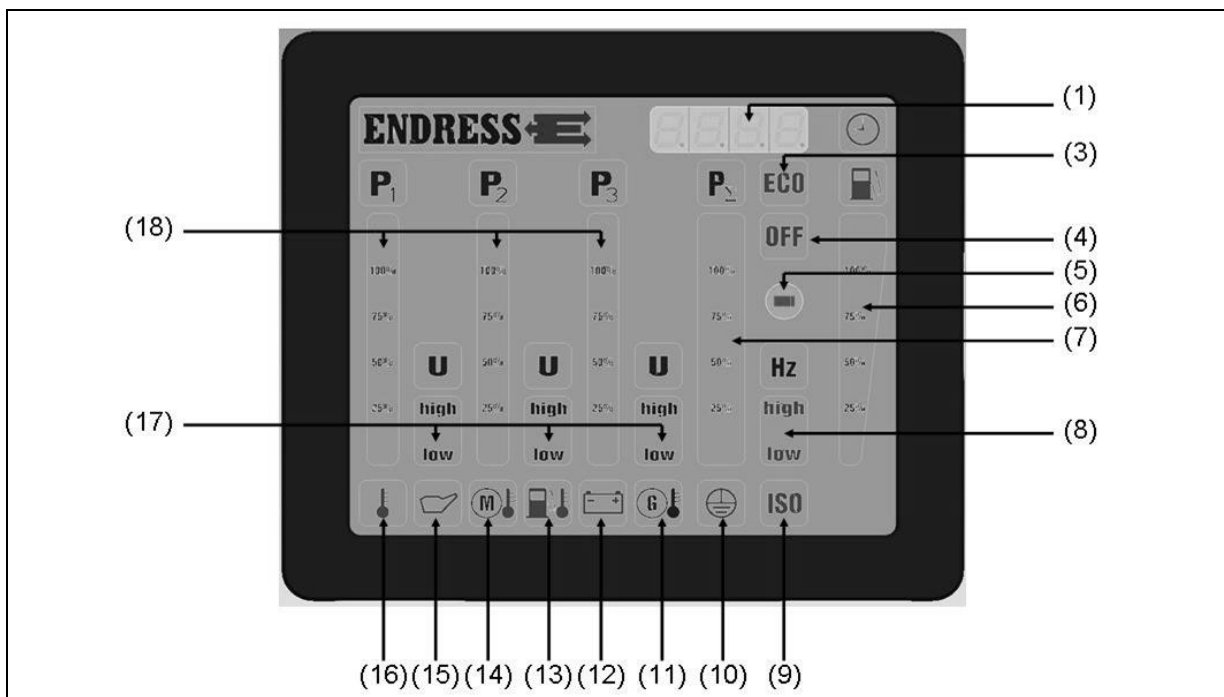

Fig. 4-6: Écran multifonction
Dès la mise de l'interrupteur en position " Marche ", tous les voyants s'allument 2 secondes environ à titre de contrôle. Ensuite, pendant quelques 30 secondes, l'appareil présente son éclairage de service normal. Si le moteur n'a pas été démarré pendant cet intervalle, le E-MCS 4.0 passe en mode économie d'énergie et les voyants s'éteignent. Afin de pouvoir remettre le E-MCS 4.0 en mode de fonctionnement normal, il faut d'abord replacer l'interrupteur MARCHE-ARRÊT en position "ARRÊT" (STOP). La luminosité de l'affichage de l'éclairage ambiant (capteur, voir Fig. 4-6-(5)).
Heures de service : L'affichage (voir Fig. 4-6-(1)) est activé lorsque l'appareil est en marche ou pendant 30 secondes si l'interrupteur MARCHE-ARRÊT est en position "Marche".
Température ambiante : Si le témoin (voir Fig. 4-6-(16)) s'allume en rouge quand l'appareil est en marche, cela indique que la température est trop élevée et que l'appareil doit être éteint.
Pression d'huile : Si le témoin (voir Fig. 4-6-(15)) s'allume en rouge quand l'appareil est en marche, cela indique le manque de pression d'huile et l'appareil s'arrête automatiquement ou un signal sonore est émis qui peut être coupé en appuyant sur la touche de validation.
Température du moteur : Si le témoin (voir Fig. 4-6-(14)) s'allume en rouge quand l'appareil est en marche, cela indique que la température du moteur est trop élevée et que l'appareil doit être éteint.
Température du carburant : Si le témoin (voir Fig. 4-6-(13)) s'allume en rouge quand l'appareil est en marche, cela indique que la température du carburant est trop élevée et que l'appareil doit être éteint.
Contrôle de charge batterie : Si le témoin (voir Fig. 4-6-(12)) s'allume en rouge, cela indique que la fonction de charge de l'alternateur est défaillante.
Surveillance de l'isolement : Si le témoin (voir Fig. 4-6-(9)) s'allume en rouge ou si le signal sonore retentit, cela indique un problème d'isolement. (voir Chap. 5 Surveillance de l'isolement).
Test du conducteur de protection : Si le témoin (voir Fig. 4-6-(10)) s'allume en vert pendant le test du conducteur de protection (voir chapitre 4.7, Contrôle du conducteur de protection), cela signifie que les conducteurs de protection des appareils raccordés sont opérationnels. Si le fonctionnement du conducteur de protection n'est pas garanti, le voyant reste éteint.
Niveau du réservoir de carburant : Le témoin (voir Fig. 4-6-(6)) donne une indication approximative du contenu du réservoir.
Fréquence : Si le témoin (voir Fig. 4-6-(8)) s'allume en vert, cela indique que la plage de fréquences est correcte (47,5-52,5 Hz).
Phases L1-L2-L3 : Chaque phase de L1 à L3 (voir Fig. 4-6-(18)) est affichée individuellement :
Tension (U) (voir Fig. 4-6-(17)) :
Charge (P) (voir Fig. 4-6-(18)) :
Indication de charge relative : Charge (P_{Σ}) (voir Fig. 4-6-(7))
Bouton d'ARRÊT D'URGENCE : Le symbole "OFF" (voir Fig. 4-6-(4)) s'allume en rouge et le signal sonore retentit, si le bouton d'arrêt d'urgence est enfoncé. Pour couper le signal sonore, enfoncez la touche de validation.
- ✓ Le symbole à l'écran (voir Fig. 4-6-(8)) indique le résultat :